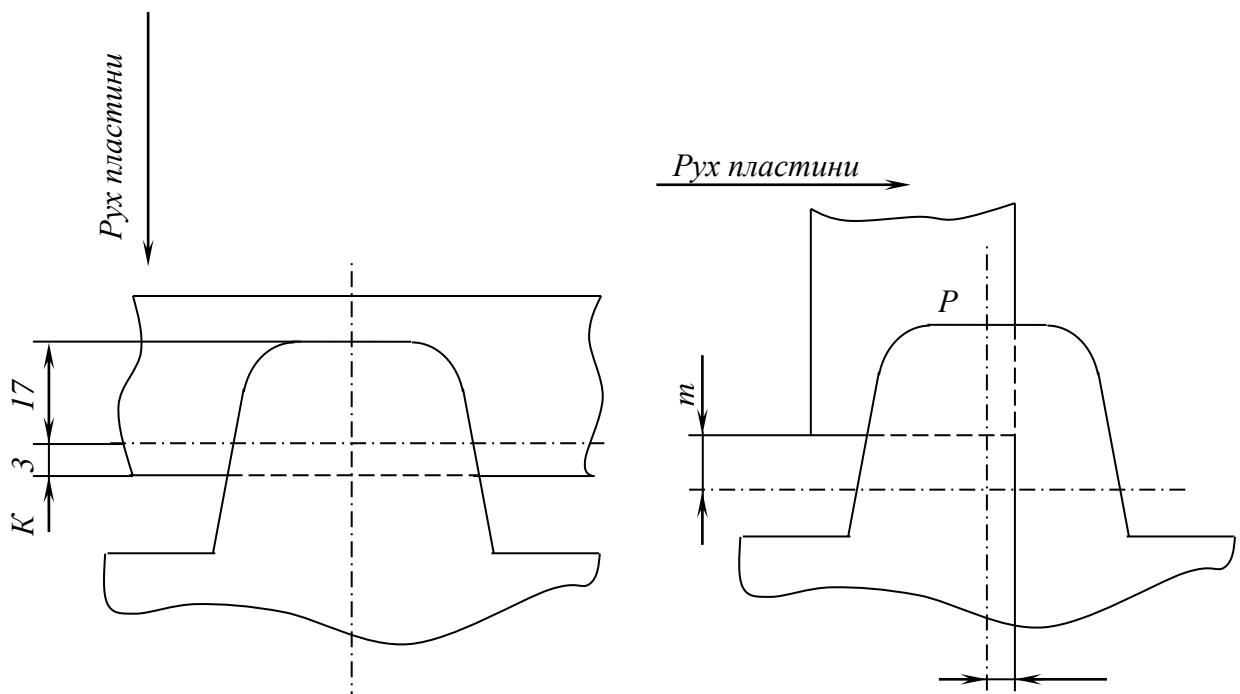

Рис.1.
Спрацьовування перемикачів проходить в той момент, коли передній фронт перемикаючої пластини знаходиться за вісю сметрії P рухомого елемента на відстані K від осі (рис. 1) при будь-якому напрямку руху перемикаючої
3. Встановити величини Кта М, згідно рис.1.